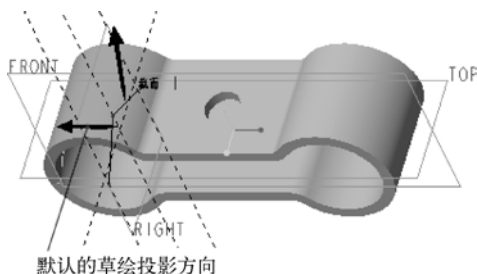
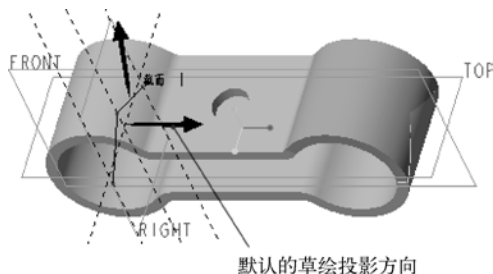

图 5-197 默认的草绘投影方向
图 5-198 设置所需的草绘投影方向
(4) 默认的草绘投影方向如图 5-197 所示，在“草绘扯裂”选项卡中单击旁的（更改草绘的投影方向）按钮，以获得图 5-198 所示的草绘投影方向。